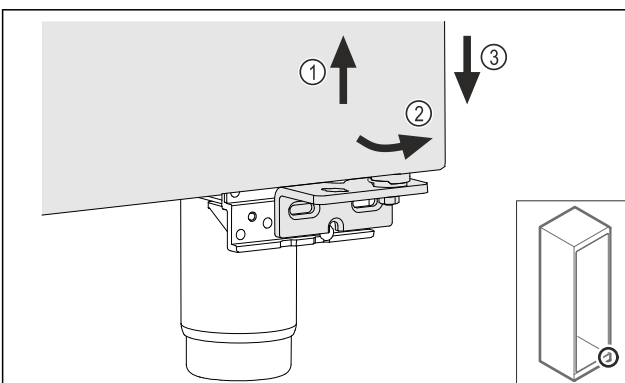

Fig. 24
- ▶ Levantar ligeramente la puerta Fig. 24 (1): inclinarla hacia delante por la parte inferior Fig. 24 (2) y bajarla Fig. 24 (3).